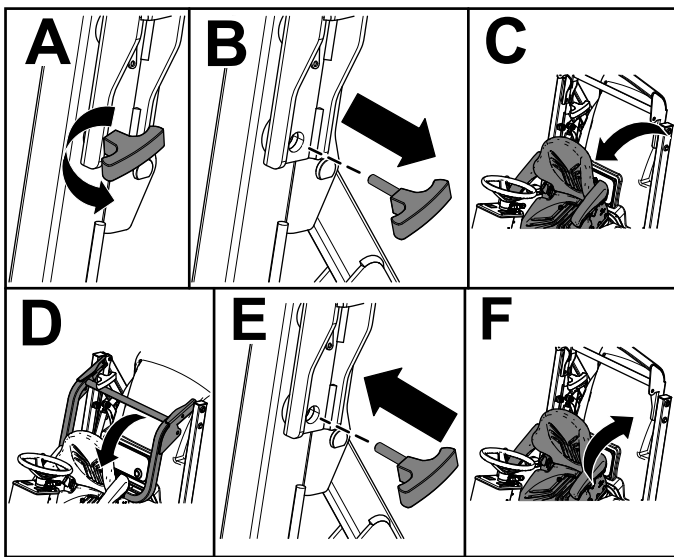

Figura 15
4. Înclinați scaunul în față (Figura 15).
5. Îndepărtați tifturile de la bara antirăsturnări (Figura 15).
6. Coborâți bara antirăsturnări și fixați-o cu tifturile (Figura 15).
7. Înclinați scaunul din spate în poziția blocată (Figura 15).